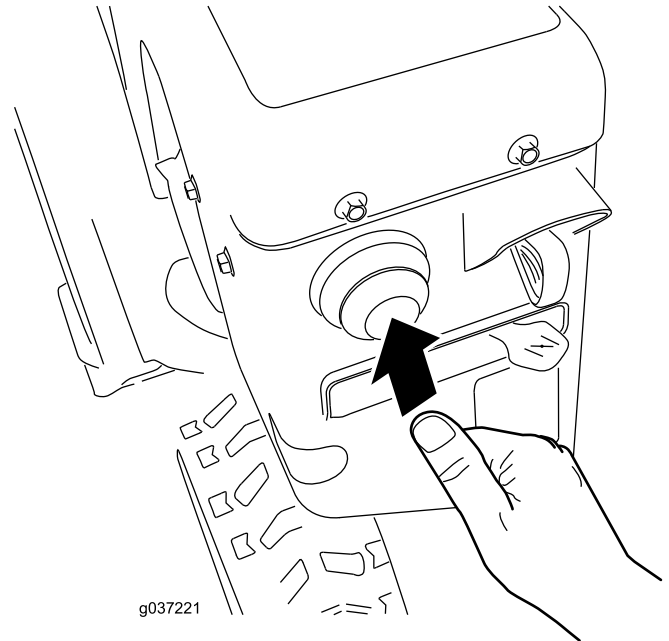

Рисунок 26
4. Выполните указанное ниже в таблице количество прокачек, с усилием нажимая кнопку заливного насоса большим пальцем и каждый раз на секунду удерживая ее в нажатом состоянии перед отпусканием (Рисунок 26).